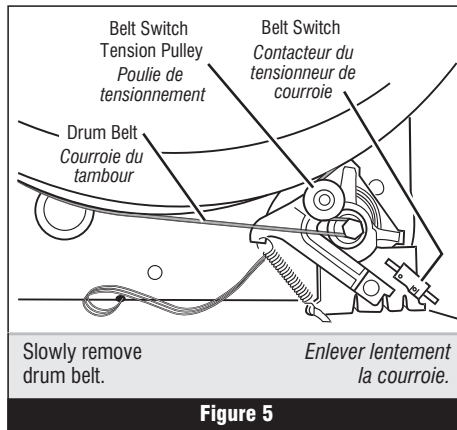

Figure 5
5. Check the belt switch and drive motor. Access the belt switch and drive motor by removing the front panel/drum assembly. See Removing the Front Panel/Drum Assembly, page 13. Slowly remove the drum belt from the spring-loaded belt switch tension pulley, gently letting the pulley down. See figure 5.
5. Contrôler le contacteur du tensionneur de courroie et le moteur d'entraînement. Ôter le panneau avant/tambour pour accéder au moteur d'entraînement et au contacteur du tensionneur de courroie. Voir Dépose du panneau avant/ tambour, page 13. Séparer lentement la courroie du tambour de la poulie de tensionnement chargée par ressort; laisser la poulie descendre doucement. Voir la figure 5.